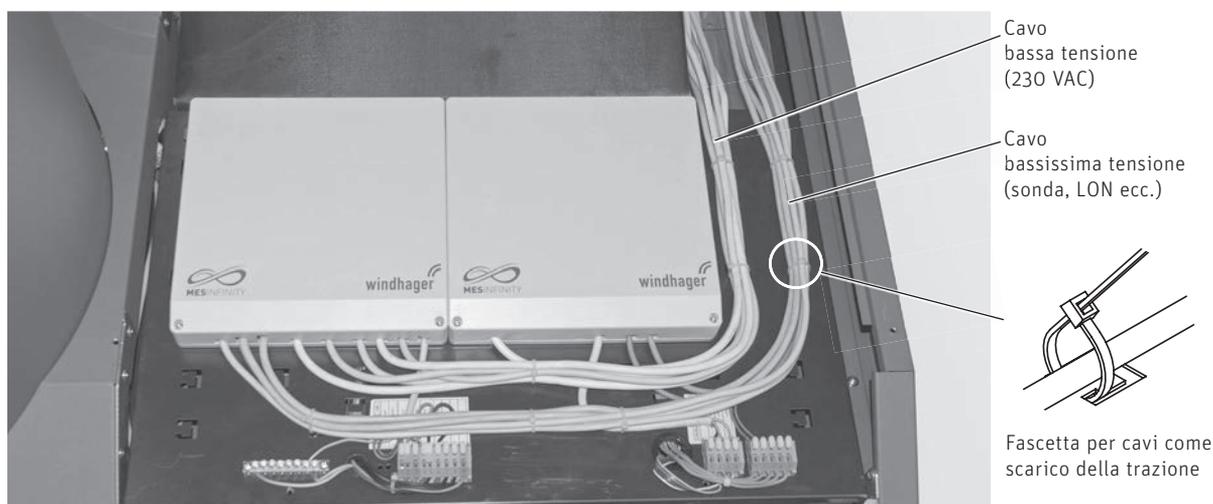

Fig. 95 Cablaggio BioWIN2 Touch con regolazione nel quadro di comando della caldaia
- Realizzare tutti i collegamenti elettrici secondo il punto 6.3 e in base ai manuali dei rispettivi moduli funzionali. Passare i cavi in basso nell'alloggiamento del modulo funzionale. All'interno dell'alloggiamento i cavi non vanno fissati con scarico della trazione, bensì i fasci di cavi vanno fermati insieme con una fascetta per cavi come scarico della trazione – Fig. 95.
Fare attenzione a posare separati il cavo a bassissima tensione (0-12 VDC) e il cavo a bassa tensione (230 VAC)! – Fig. 95.